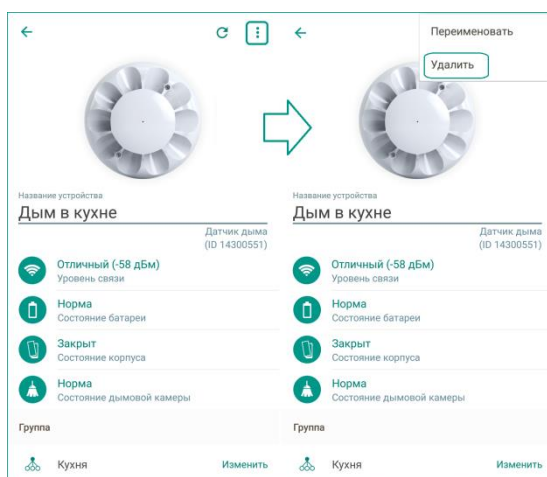

Рисунок 15.1 – Вызов меню на экране настройки датчика
- 1) В приложении на экране настройки датчика (см. рисунок 15.1).